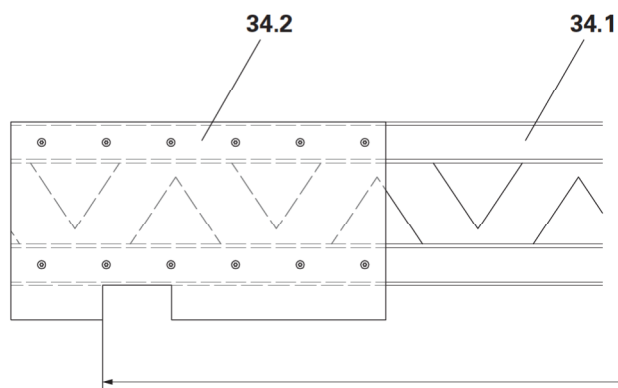

Fig. C1.05a
3. Avvitare saldamente una testata a filo con un'estremità della trave reticolare GT 24 (**34.1**) con le viti (**56**). (Fig. C1.05a)